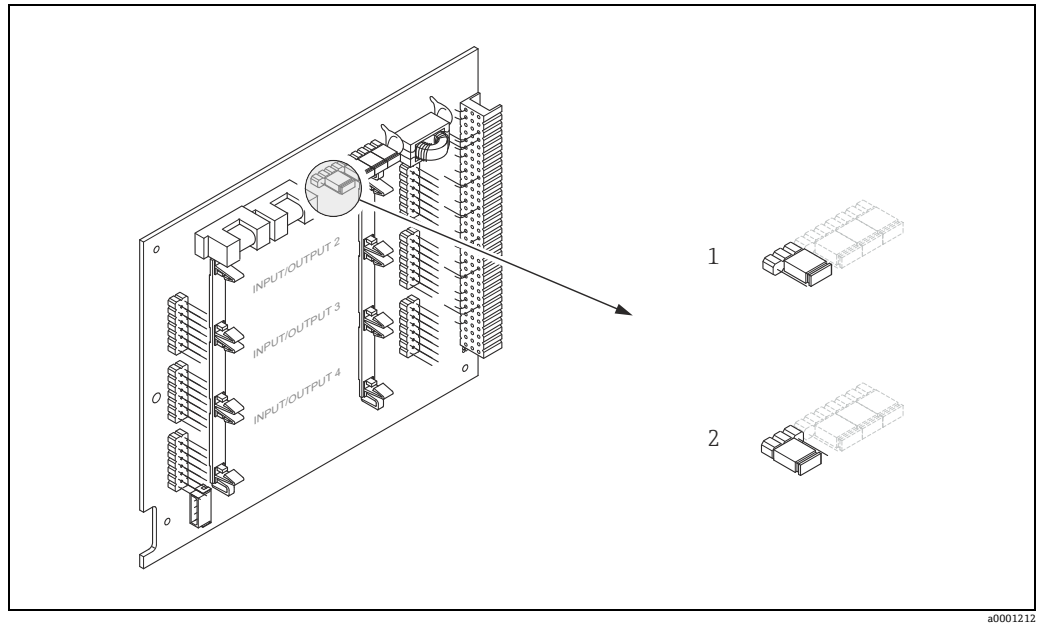

图 47: 切换 HART 写保护开 / 关
3. 使用跳线针切换 HART 写保护开 / 关 (→ 图 47)。